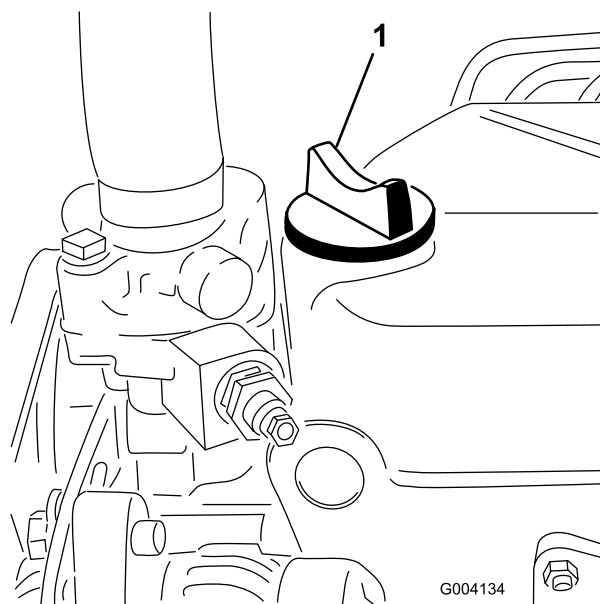

Figure 31
5. Si le niveau n'atteint pas le repère MAXIMUM, enlevez le bouchon de remplissage (Figure 31) et faites l'appoint